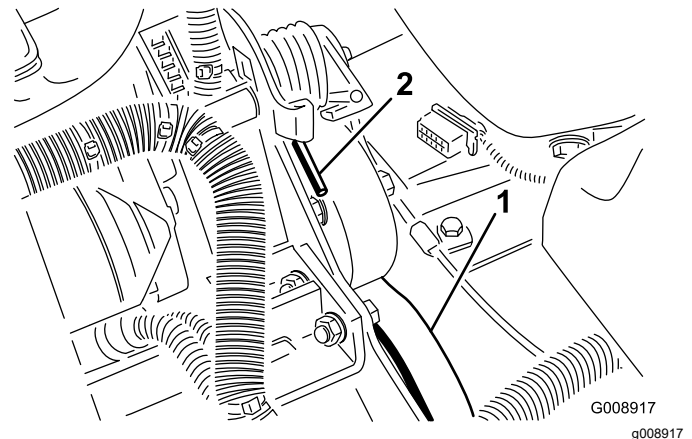

Bild 78
3. Drücken Sie das Ende der Feder (Bild 78) ab- und vorwärts, um die Feder aus dem Bügel auszuhaken und die Feder zu entspannen.